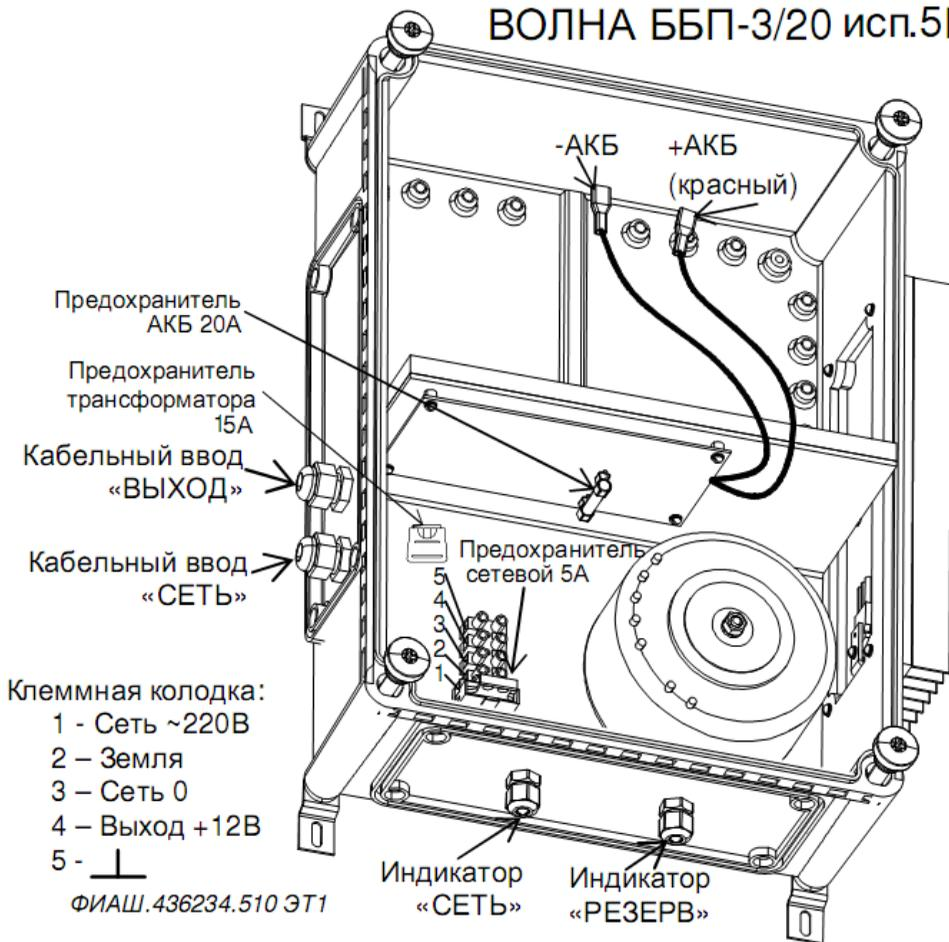

Рисунок 1 – Блок бесперебойного питания ВОЛНА ББП-3/20 исп.5К
Блок размещен в герметичном пластиковом корпусе (степень защиты IP56) настенного исполнения, состоящего из днища и крышки. При открытой крышке (см. Рисунок 1) осуществляется доступ к клеммной колодке и печатной плате, с расположенными на ней предохранителями.
Для полного отключения блока предварительно следует отсоединить клемму «+АКБ» (см. Рисунок 1) от АКБ, а затем отключить напряжение сети.
Запрещается ставить в держатели предохранителей перемычки и плавкие вставки с номиналами, превышающими указанные в разделе «УСТРОЙСТВО И РАБОТА» и «КОМПЛЕКТ ПОСТАВКИ» (см. рисунок 1).
Подключение блока производится при отключенном сетевом напряжении и открытой крышке (см. Рисунок 1) в следующей последовательности:
- нагрузку подключить к клеммам 4 (+12В) и 5 (). Напряжение в цепи +12В имеет положительную полярность относительно цепи , подключение нагрузки следует производить в соответствии с полярностью (см. Рисунок 1).